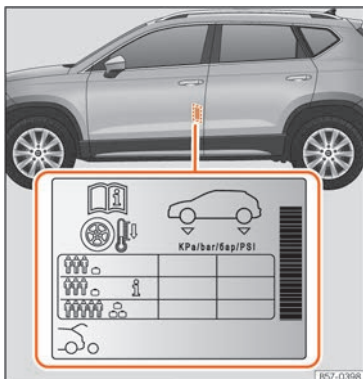

Fig. 218 Ubicación del adhesivo de la presión de inflado de los neumáticos.
- Adapte la presión de los neumáticos a la carga que lleva el vehículo »» fig. 218.
Los valores de la presión de inflado se indican en la etiqueta adhesiva situada en la zona posterior del marco de la puerta delantera izquierda »» fig. 218.
La presión de los neumáticos se debe adaptar a la carga actual del vehículo. Si el vehículo va a ir cargado al máximo, debe aumentar la presión de inflado al valor máximo de carga indicado en la etiqueta adhesiva »» fig. 218.
En el caso de una rueda de emergencia minimizada (125/70 R16 o 125/70 R18), inflar a 4,2 bar de presión según se indica en la etiqueta de presión de los neumáticos »» fig. 218.
En función del vehículo, se puede adaptar la presión de inflado de los neumáticos a media carga para aumentar el confort de marcha (presión de inflado **i** »» fig. 218). Cuando se circula con la presión de inflado de confort, puede incrementarse ligeramente el consumo de combustible.
- El conductor es responsable de que todos los neumáticos del vehículo estén inflados a la presión correcta. La presión de inflado recomendada viene indicada en un adhesivo >>> **fig. 218.**
- Con los neumáticos en frío, deberá mantenerse siempre la presión indicada en el adhesivo >>> **fig. 218.**